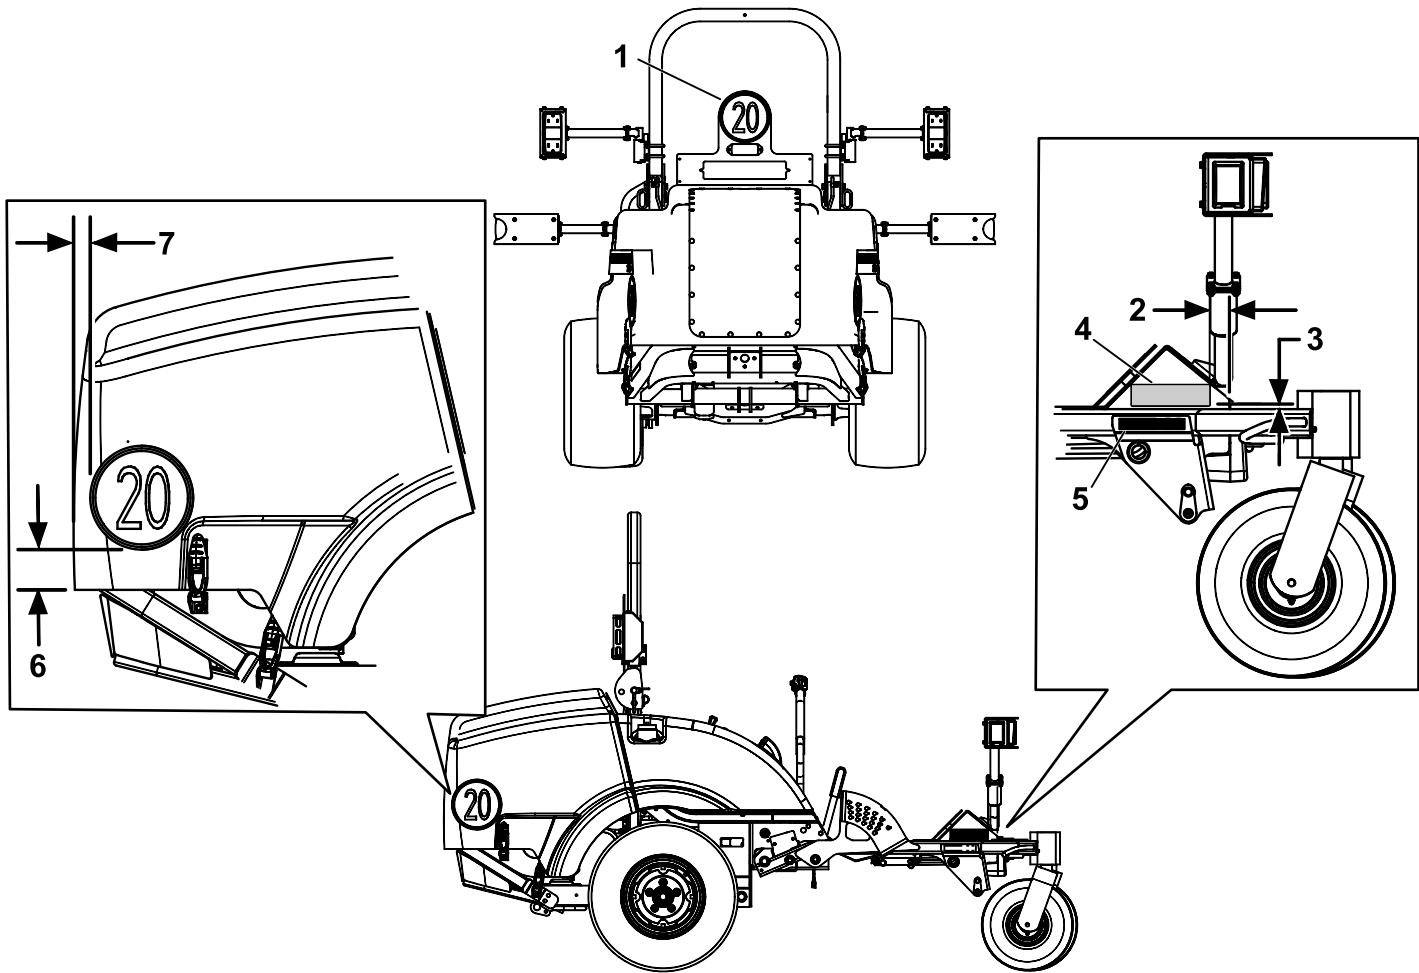

Figura 17
1. Instale las pegatinas de 20 km/h según se muestra en Figura 17.
2. Instale la placa del número de serie, según se muestra en Figura 17.
3. Estampe la fecha en el lateral del bastidor metálico, en la zona indicada en Figura 17.